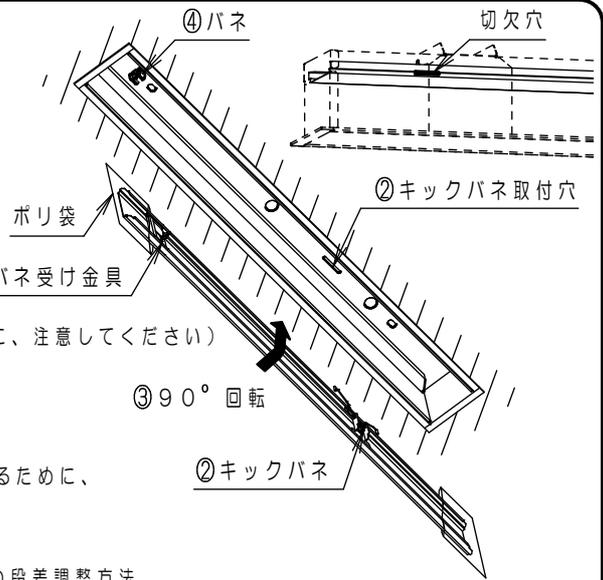

図1 施工手順
- ・連結の場合、本体・反射板の取り付けには順番があります。連結右用から、順に取り付ける。（図1 施工手順参照）取り付け後、本体同士のスキマを防止するために、寄せ合いながら取り付け（推奨トルク：0.8N・m）。